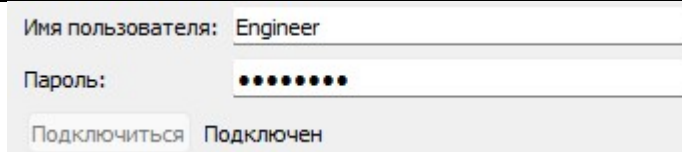

Рис. 8 Успешное подключение
- 4.5. В поле «Имя пользователя:» введите «**Engineer**», только пользователь с ролью Инженера обладает правами за запись/обновление ВПО. В поле «Пароль:» введите пароль. Пароль по умолчанию: «**28022022**». Нажмите кнопку «Подключиться». В случае удачного подключения, напротив кнопки «Подключиться» будет отображена надпись: «Подключен», а сама кнопка станет неактивной (Рис. 8).